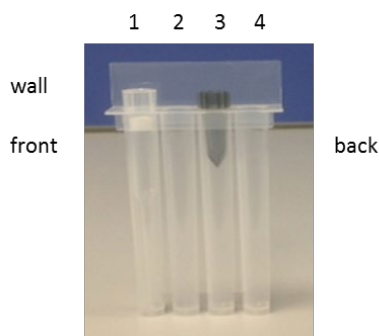

Figure 11 : Disposition des embouts sur la cassette d'embouts
S'assurer que l'embout (1) et l'embout de perçage (3) sont positionnés comme illustré sur la figure ci-dessous (Figure 11).